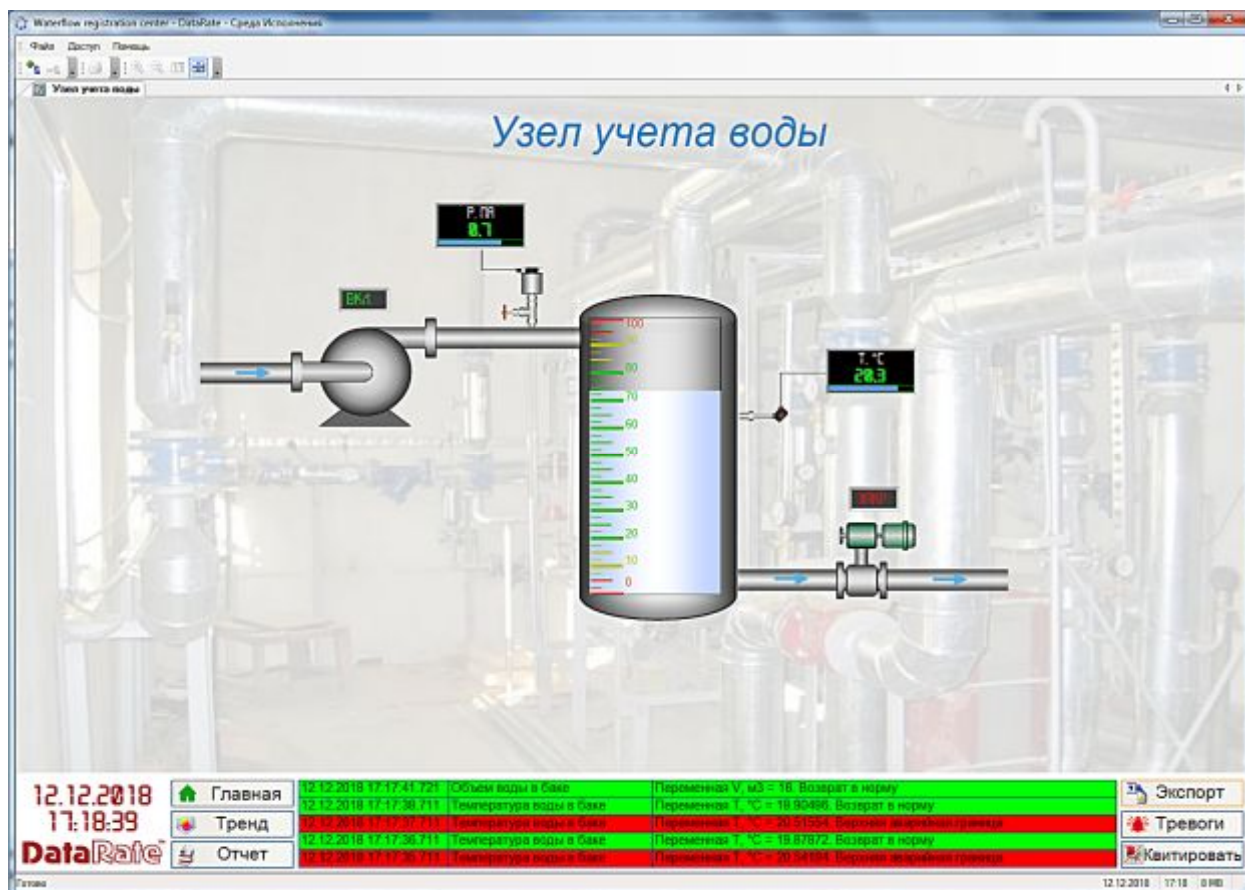
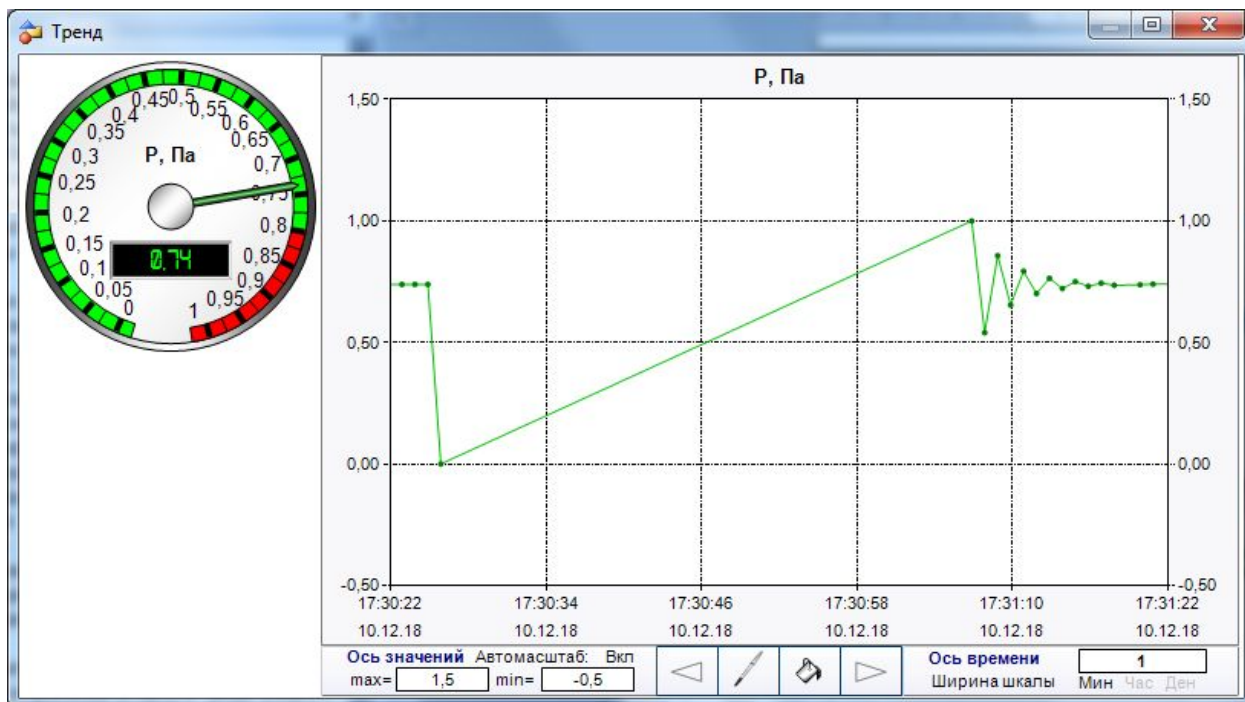
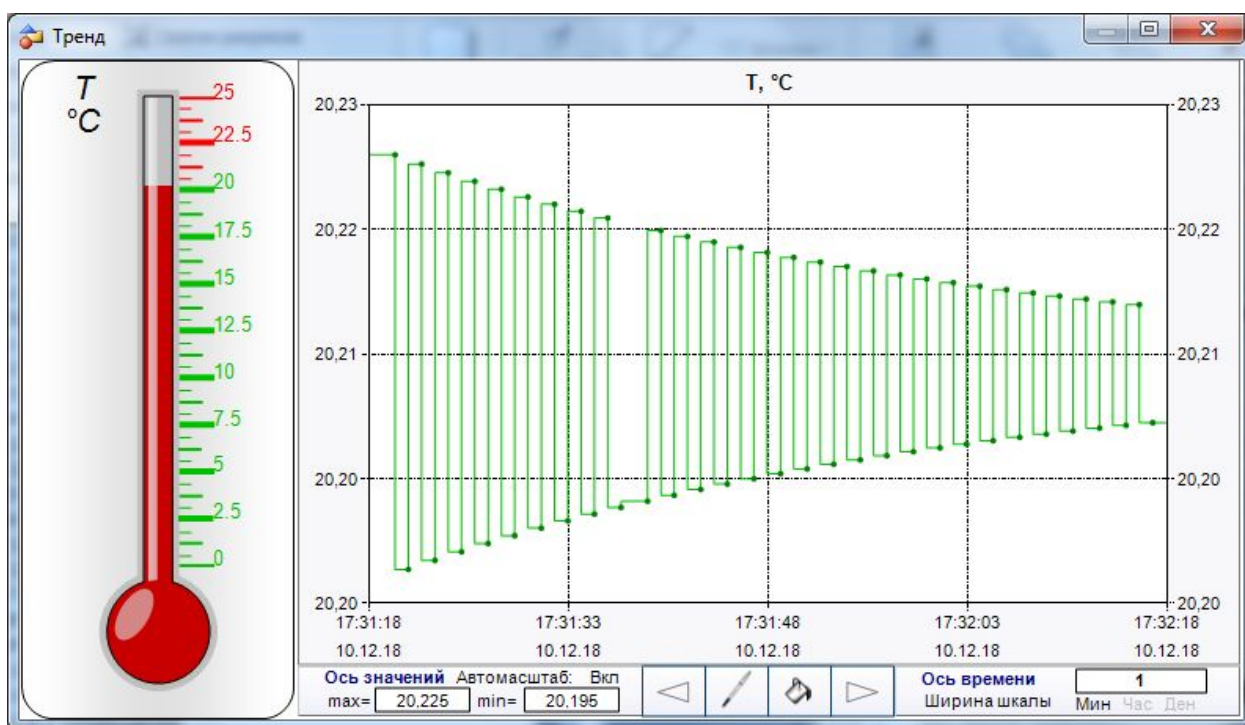

Рисунок 3.3 – Приложение **Waterflow registration center** в Среде исполнения **DataRate**
Рисунок 3.4 – Виртуальный прибор и тренд давления
Рисунок 3.5 – Виртуальный прибор и тренд температуры
4. В появившемся окне **Открыть** выберите файл проекта **Waterflow registration center.krproj**. Приложение начинает работать (рисунок 3.3).
- 1 Двойным щелчком по панели визуализации давления (рисунок 3.3., сверху) откройте вид **Circle_device** объекта **Pressure** (рисунок 3.4)
- 2 Двойным щелчком по панели визуализации температуры (рисунок 3.3., справа) откройте вид **Vertical_termometr** объекта **Temperature** (рисунок 3.5)